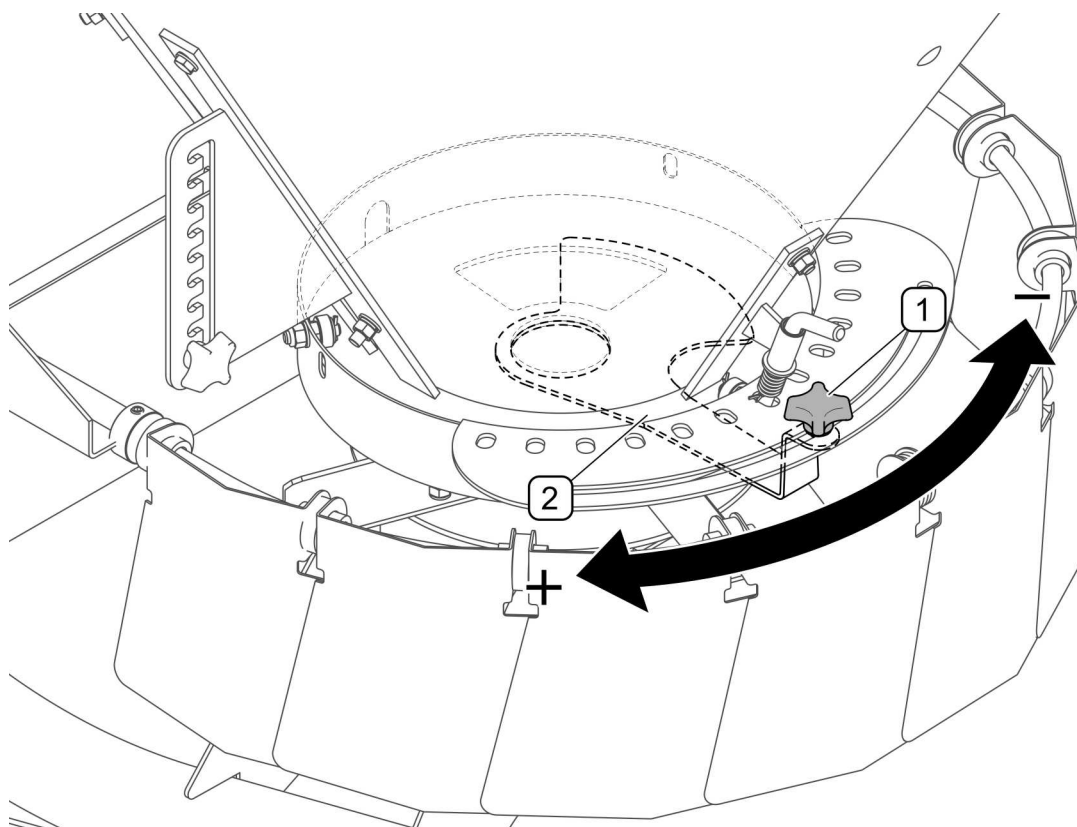

FIGURA 4.5 Regulación de la dosis
(1) - perilla de bloqueo; (2) - palanca de ajuste de dosis
La regulación de la dosis se puede realizar aflojando la perilla (1) i y moviendo la palanca (2) a la posición adecuada (2). Al mover la palanca (2) en el sentido de las agujas del reloj, se aumenta el orificio dosificador del depósito (FIGURA 4.5). La posición extrema derecha de la palanca cierra completamente la abertura de dispensación. Una vez que haya configurado la dosis deseada, bloquee el ajuste apretando la perilla (1).